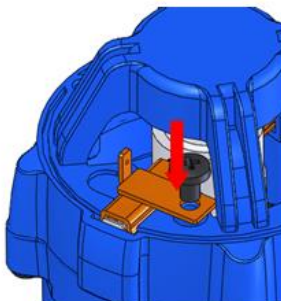

Fig. 24
- Halterung wieder mit Schraube befestigen (Fig. 24).